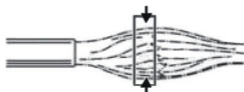
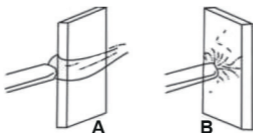

Figura 8 - Zona de calor máximo
Figura 9 – Ângulos de aquecimento
- A zona máxima de calor é muito concentrada (Figura 8). Segurar a tocha muito perto ou muito longe do alvo produz menos calor (Figura 9). O ângulo em que o calor é aplicado também pode aumentar o calor do alvo.